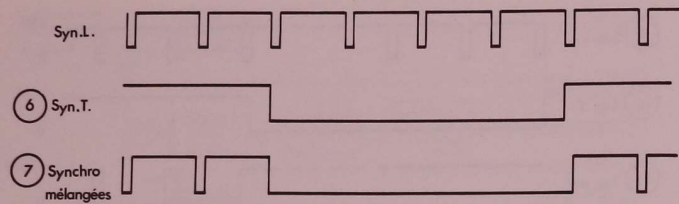

Fig 3.6
La synchro ligne en positif issue de Q6 est inversée par Q10. Les diodes CR3 et CR4 constituent une porte OU et reçoivent, d'une part, la synchro ligne de Q10, d'autre part, la synchro trame issue du compteur plot (6). Le signal de porte sur R23 constitue le signal des synchros ligne et trame mélangés; signal disponible au plot (7), fig. 3.6.